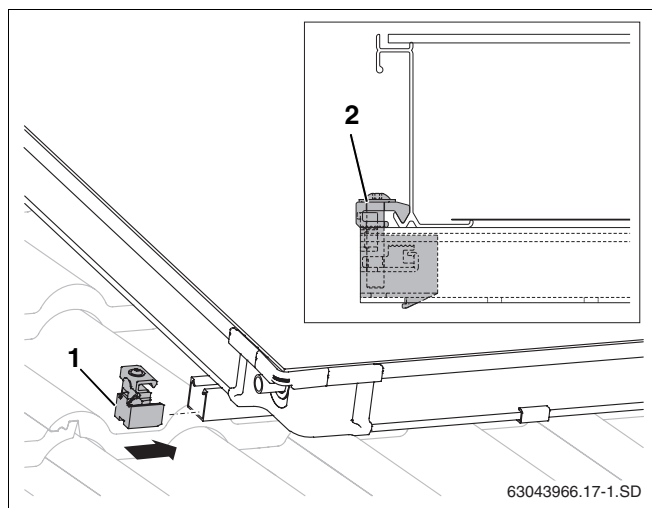

Fig. 49 Tensor unilateral del colector a la izquierda
- ▶ Deslice el tensor unilateral del colector (fig. 49, **pos. 1**) en el perfil guía superior e inferior.
- ▶ Deslice el tensor unilateral del colector hasta el marco del colector y atorníllelo con una llave de tamaño 5 (fig. 49, **pos. 2**).